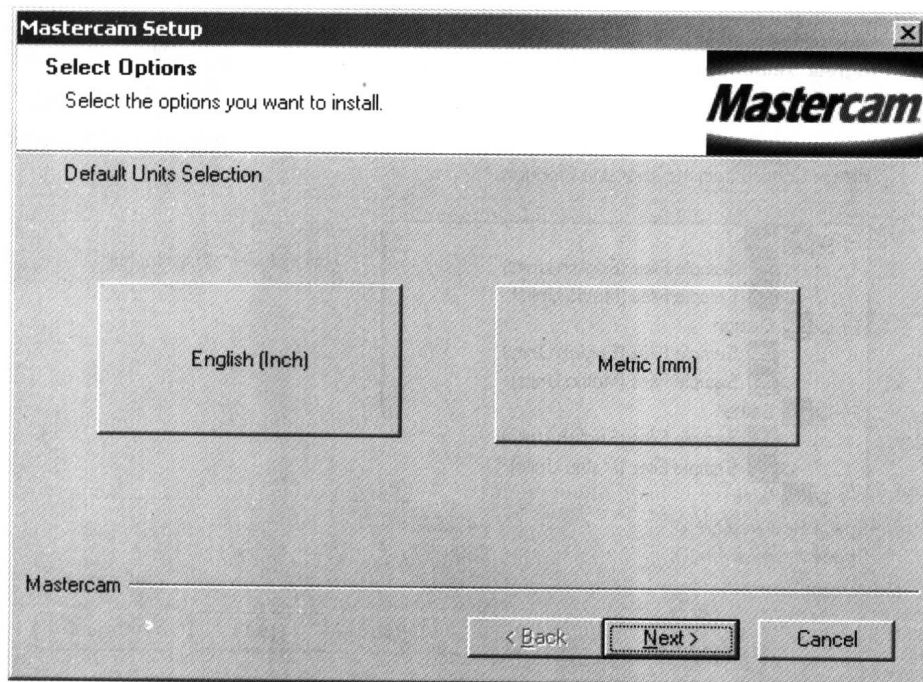

图 1-5 单位制
5. 系统要求选取安装的单位制, 如图 1-5 所示。选取 Metric(mm), 然后单击【Next】按钮, 继续安装。